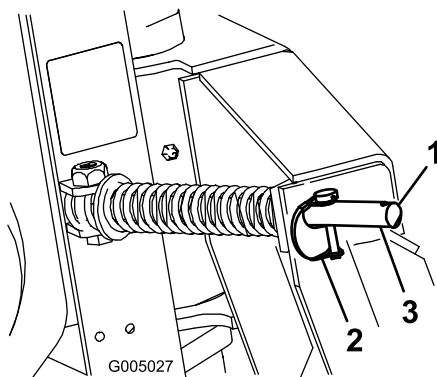

Рисунок 6
- Переставьте штифты с кольцами в наружные отверстия штоков с пружинами, чтобы плуг мог отклоняться в стороны (Рисунок 6).
1. Переставьте штифты с кольцами во внутренние отверстия штоков с пружинами, чтобы предотвратить отклонение плуга в стороны (Рисунок 6).